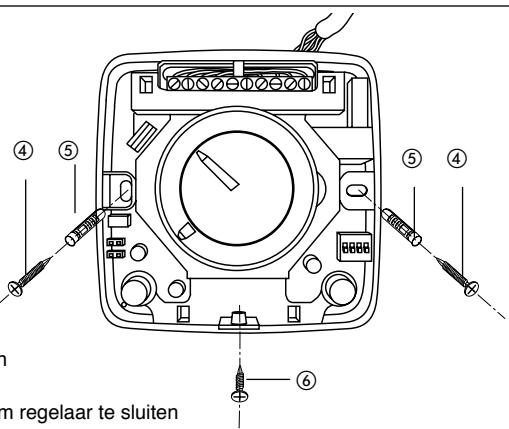
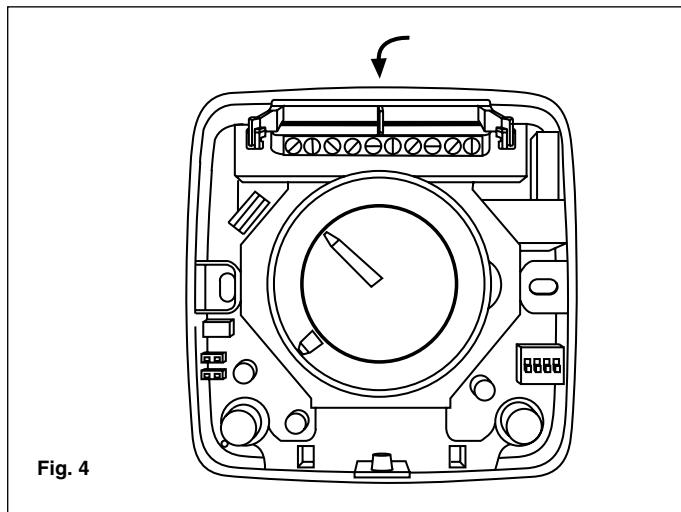

Fig. 2
Fig. 4
- Draai de schroef in het onderste deel van de afdekplaat van de regelaar los en verwijder de afdekplaat (Fig. 2). Houd de regelaar tegen de wand en teken de boorgaten (indien nodig) af.
- Plaats nadat u de aansluitingen op het klemmenbord hebt gemaakt de kabelbeveiligingssteun terug volgens de afbeelding (Fig. 4).
- Bevestig de regelaar op de muur met de pluggen ⑤.
- Doe de afdekplaat weer op de regelaar en maak vast met de eerder verwijderde schroef (Fig. 2).